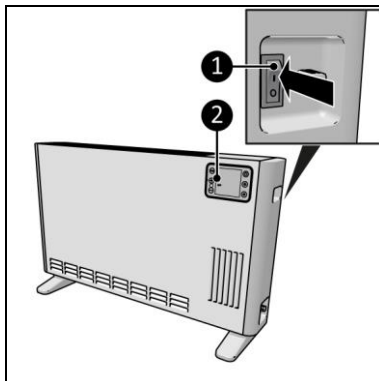

Figure 12
1. Mettez le commutateur ON/OFF en position OFF (figure 12, pos. 1).
2. L'écran (figure 12, pos. 2) affiche OFF.